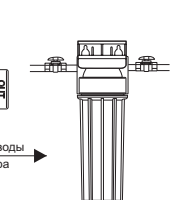

Рис. 3 Монтаж одиночного фильтра для холодной воды на водопроводной трубе.
- Закрывать запорный клапан (перед входом и на выходе) перекрывающий поступление воды (рис. 3).